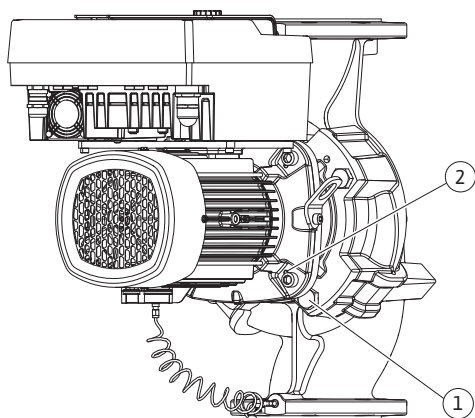

Fig. 101: Отжатие съемного блока через резьбовые отверстия (DN 100...DN 125)
22. Отжать съемный блок от корпуса насоса. Для этого использовать два резьбовых отверстия (см. Fig. 101, поз. 1).